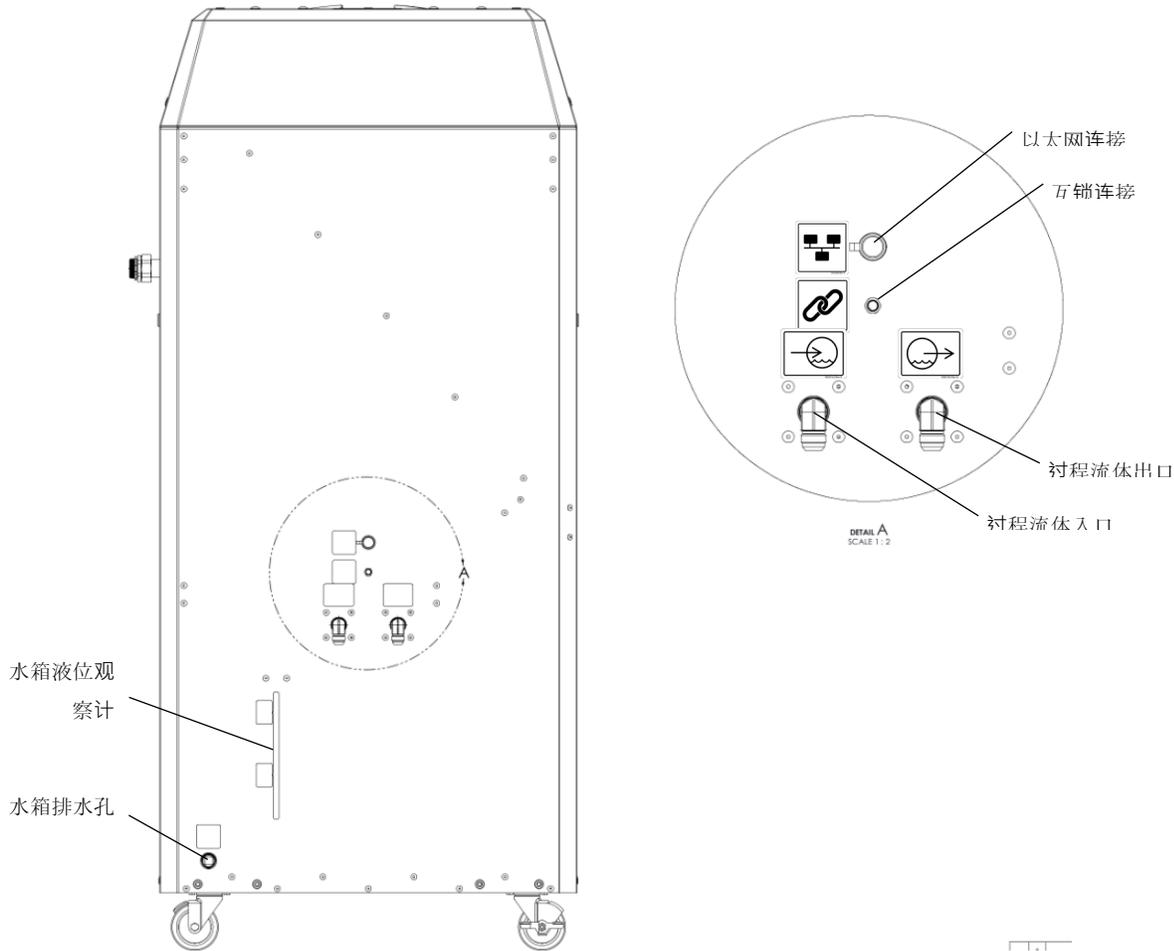

图10：冷水机管道和电气连接
冷水机配有用于互锁的标准 4 针阳螺纹 M12 Eurofast® 连接器（请参见图 10）。附录 B 中电气丝印图的逻辑页面上显示了互锁连接器的引脚输出。
冷水机的管道连接位于其管道 I/O 侧（请参见图 10）。冷水机具有以下管道连接：
3. 用制造商推荐的液体加注储液罐，同时监测 **储液罐液位观察计**（请参见图 10）。储液罐应当一直加注，直到液位接近“水箱液位上限”标签。储液罐容量为 10.5gal (40L)。